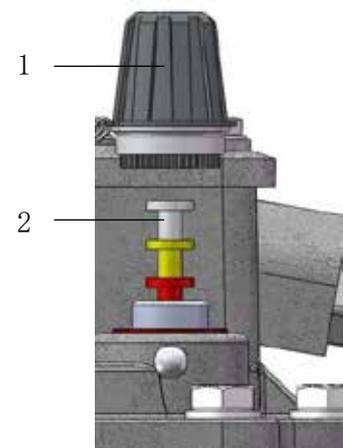

图 7b - 测试按钮
- 拧下大闷盖螺母(图 7b/ 1 号)
- 测试按钮(图 7b/ 2 号)向下按至到一半位置,并保持这一位置。(对上开关系统-报警-进行检验)